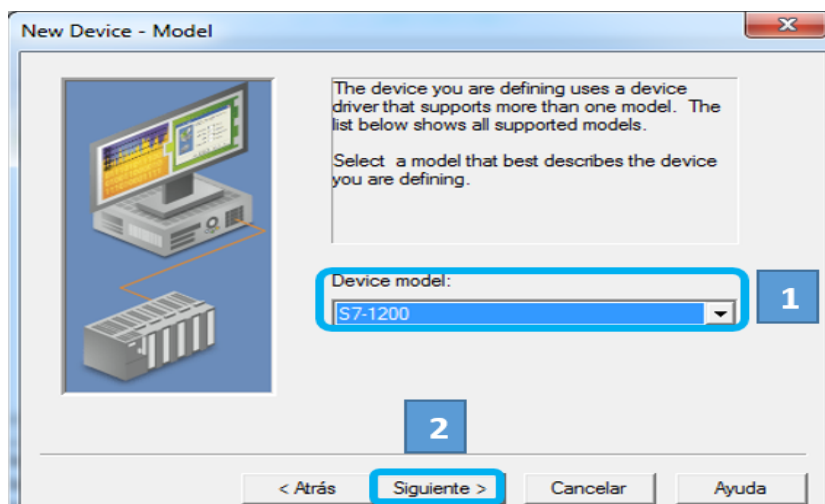

Figura 2.69: Elegir el modelo del dispositivo del canal RED.
2. Elegir el modelo del dispositivo, que es el PLC S7-1200 correspondiente al PLC del banco de pruebas y dar clic en siguiente como se indica en la figura 2.69.